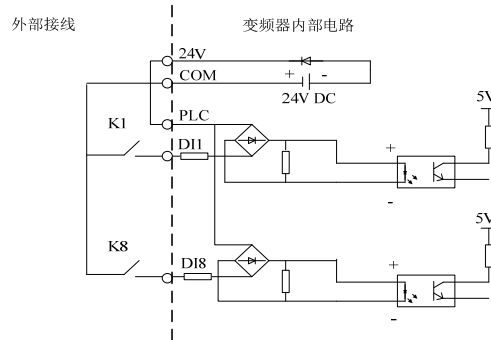

图 2-1 使用内部24V电源开关控制
- 1) 用变频器内部的24V电源，开关控制接线方式如图2-1（注意：PLC与24V端子间的连接线应可靠连接）。